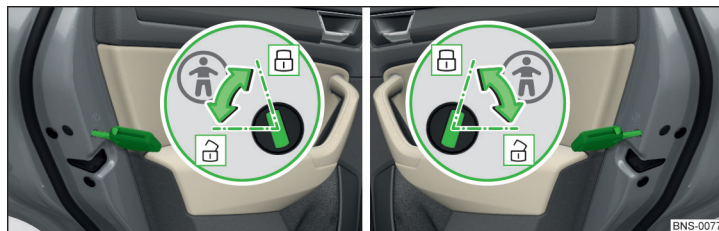

Abb. 41 **Hintertür: Kindersicherung ein- / ausschalten**
- Zum **Einschalten** die Sicherung mit dem Fahrzeugschlüssel in die Position  drehen » Abb. 41.